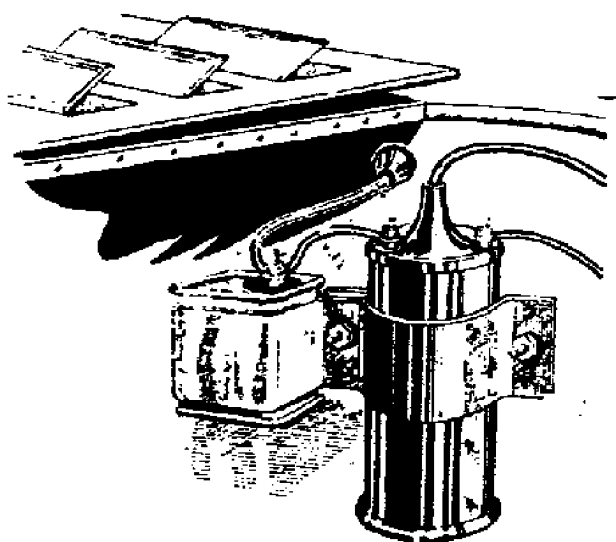

Fig. 23
- b) Indien de bobine onder de motorkap tegen den scheidingswand is gemonteerd, dan moet deze worden losgenomen, waarna de scheidingswand en de beugel van de bobine ter plaatse waar deze onderling contact maken, goed blank worden geschuurd. Klem dan den beugel van den condensator onder een van de bevestigingsbouten van de bobine vast en leid den primairen kabel van de bobine over den condensator (zie fig. 23).